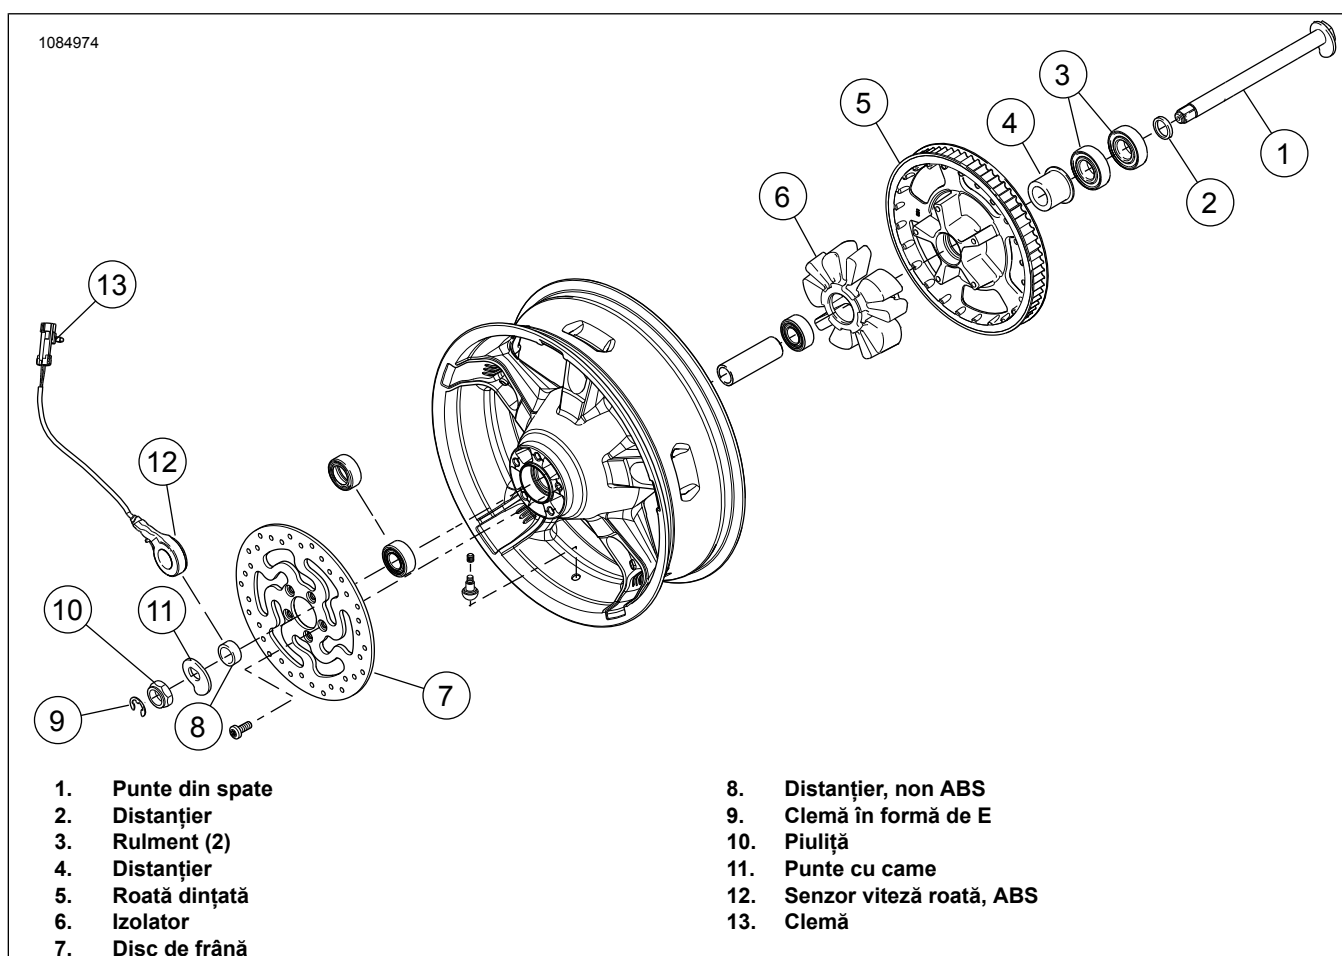

Figura 2. Piese roată spate pentru reutilizare
3. A se vedea figura 2. Îndepărtați și demontați ansamblul existent al roții din spate. Piese enumerate sunt necesare pentru reasamblare. Consultați manualul de service.